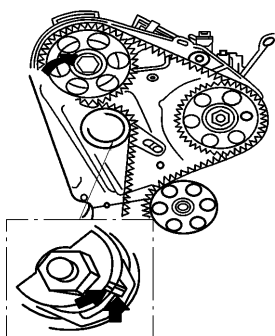

图 11-20 张紧轮标记
6) 用专用扳手转动张紧轮偏心轮, 使张紧轮上的凸起标志对齐、传动带张紧 (图 11-20); 然后锁紧张紧轮螺母 (力矩 $25\text{N} \cdot \text{m}$)。